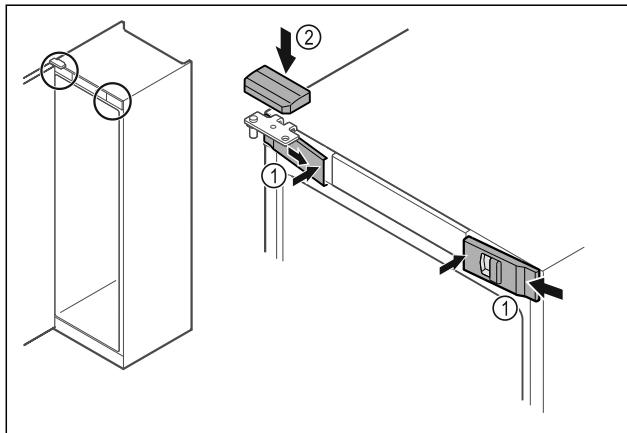

Fig. 43
- Vordere Abdeckungen Fig. 43 (1) seitlich einhaken und innen aufrasten.
- Obere Abdeckung Fig. 43 (2) von oben aufrasten.